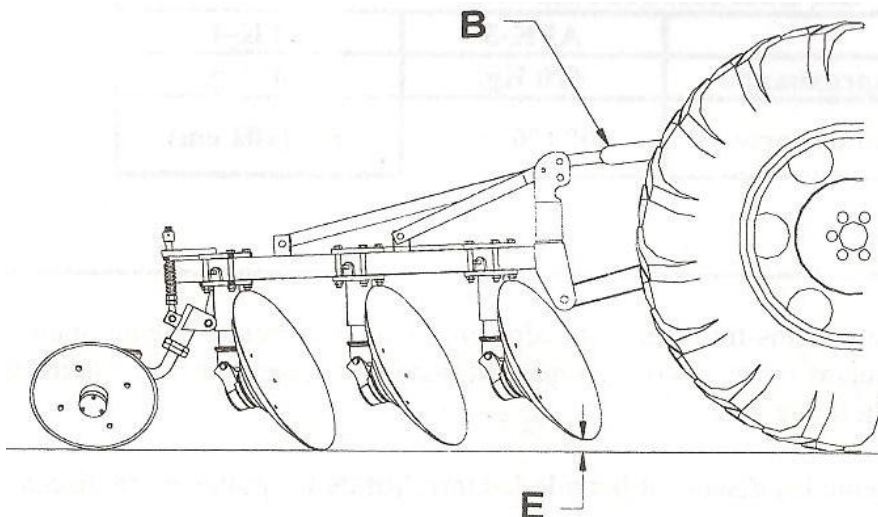

FIGURA NO. 11 DISTANCIA DEL PRIMER DISCO AL PISO
2. Enseguida, baje el arado hasta el piso y ajuste la barra del tercer punto (B), hasta que exista entre el filo del disco delantero y el piso una distancia de 2" (5 cm). (letra (E) de la figura No. 11.